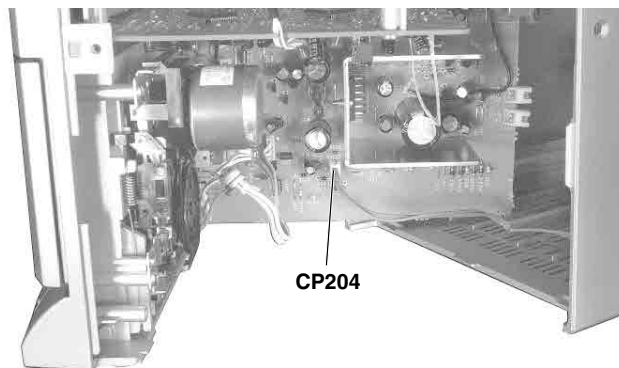

Fig. 2
- Rückwand ca. 10cm nach hinten schieben, Steckverbinder CP204 (Fig. 2) abziehen und Rückwand abnehmen.
- Slide back the cover for about 10cm, pull off plug-in connector CP204 (Fig. 2) and remove the cover.